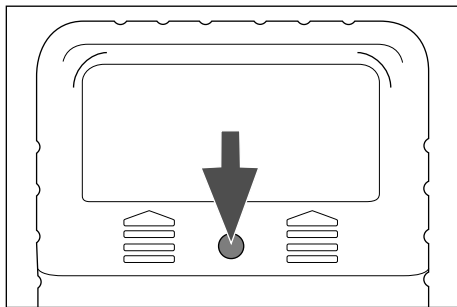

Fig. 1
- 1) Desatornille el tornillo superior de la parte trasera del aparato con el destornillador **7** (consulte la fig. 1). Desplace la tapa del compartimento para pilas hacia arriba para retirarla.